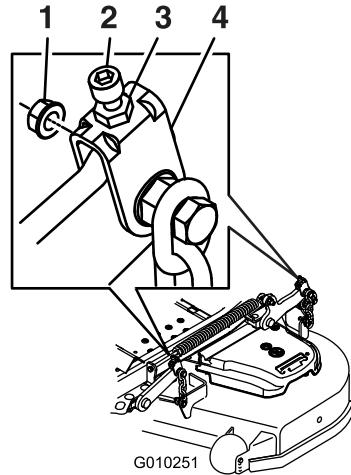

Figure 100
11. Pour les plateaux de coupe montrés à la Figure 100, ajustez précisément le serrage de l'écrou de réglage sur l'ensemble de levage du plateau avant (Figure 100).
- Ajustez précisément la vis de réglage en la tournant de manière à obtenir une hauteur de 83 mm (Figure 100).